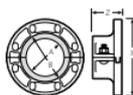

FIGURA 1
1. El área gris de la cara acoplada (Figura 1) no debe tener perforaciones, ondulaciones ni deformidades de ningún tipo para lograr un sello adecuado. No se permiten acabados gruesos ni aserrados.